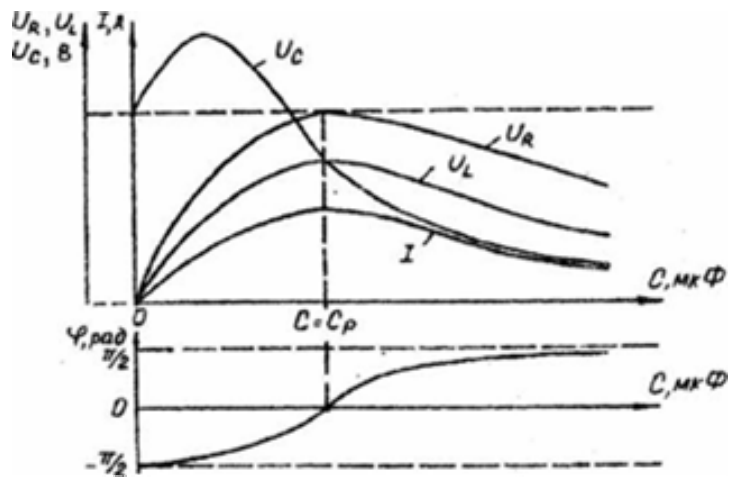

Рис. 2.2. Изменение параметров электрической цепи при изменениях емкости  $C$
1.4. Построить по данным табл.2.1 и 2.2 в общей системе координат графики зависимостей  $I=f(C)$ ,  $U_R=f(C)$ ,  $U_L=f(C)$ ,  $U_C=f(C)$ ,  $\varphi=f(C)$  и сравнить сходимость экспериментальных (см. табл.2.1) и расчетных (см. табл.2.2) результатов (рис. 2.2). По графикам определить значение резонансной емкости  $C = C_p$  и сравнить его с расчетным значением  $C_p = \frac{1}{\omega^2 L_{\text{ср}}}$ .